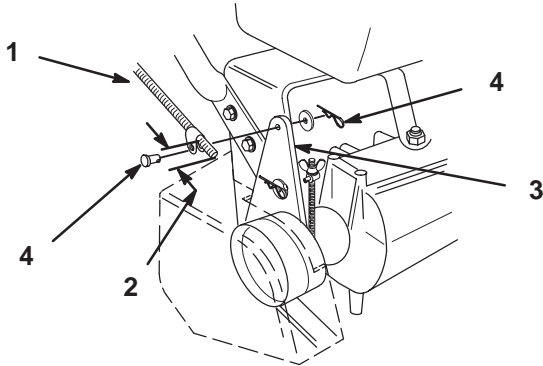
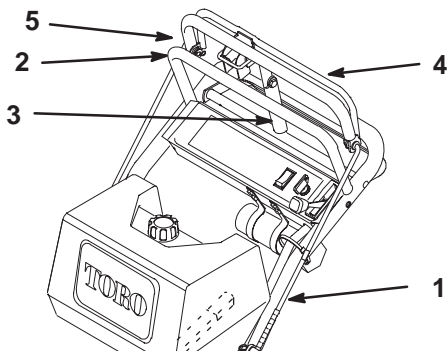

Bild 9
Bild 10
1. Drehen Sie eine Stangenarmatur ungefähr 51 mm in jede Schaltstange, (Bild 9) oder bis die obere Schaltleiste ungefähr senkrecht zum Boden ist (Bild 10).
2. Befestigen Sie die Stangenarmaturenden mit Lastösenbolzen, Scheiben und Splinten an den Befestigungslöchern im Spannscheibenbügel (Bild 9).
3. Prüfen Sie den Abstand zwischen der oberen Schaltleiste und dem oberen Griff, wenn die Radriemen ganz eingekuppelt sind. Der Abstand sollte 25–32 mm betragen (Bild 10).